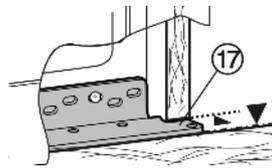

Fig. 28
- ▶ Glisser l'appareil dans la niche jusqu'à ce que le support d'appui Fig. 28 (17) inférieur touche la paroi frontale de la paroi du placard.
- ▶ Le support d'appui Fig. 28 (17) est en contact avec le fond de la niche.